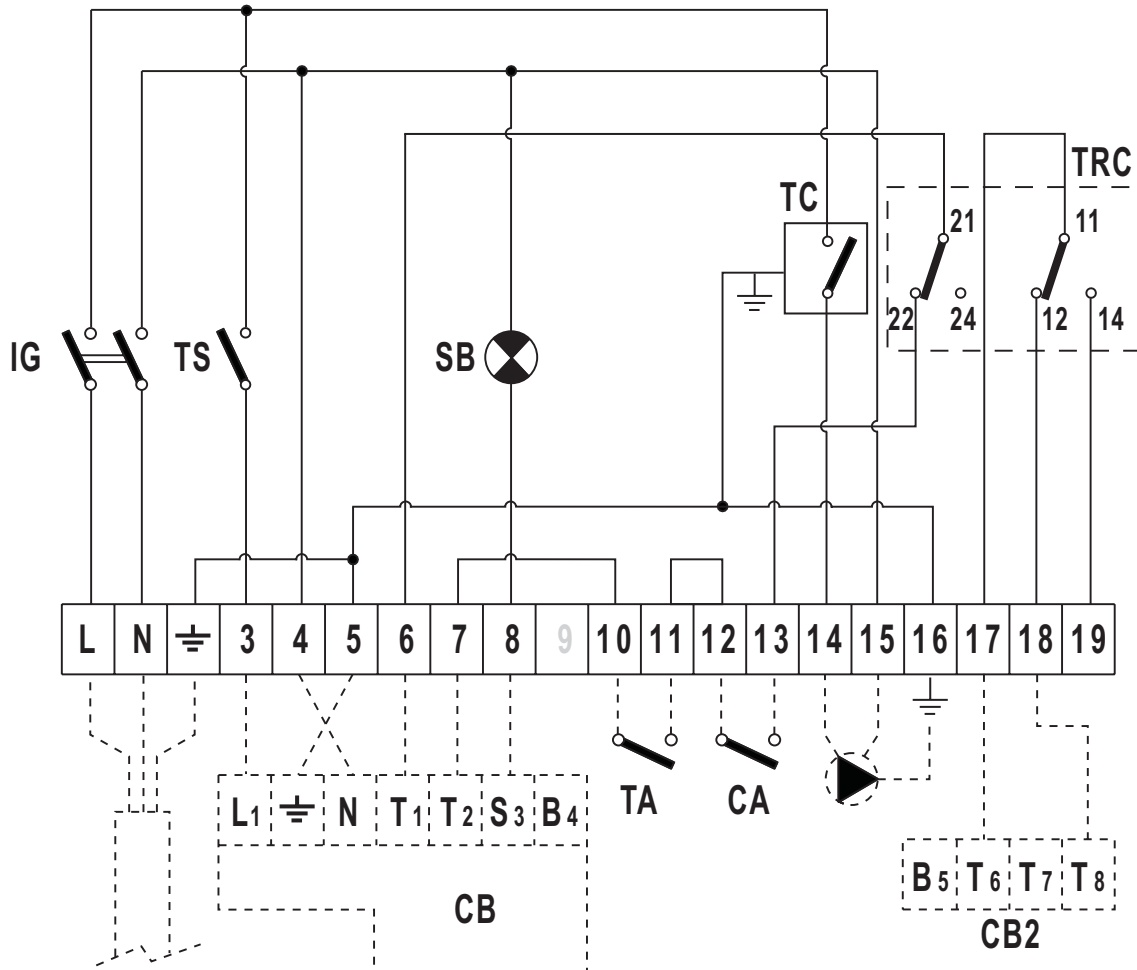

рис. 2 - Электрическая схема панели управления 0Q2K10XA
**0Q2K10XA** – Термостатическая 2-ступенчатая панель управления (рис. 2)
### Схема клеммной колодки электрических соединений (рис. 2)